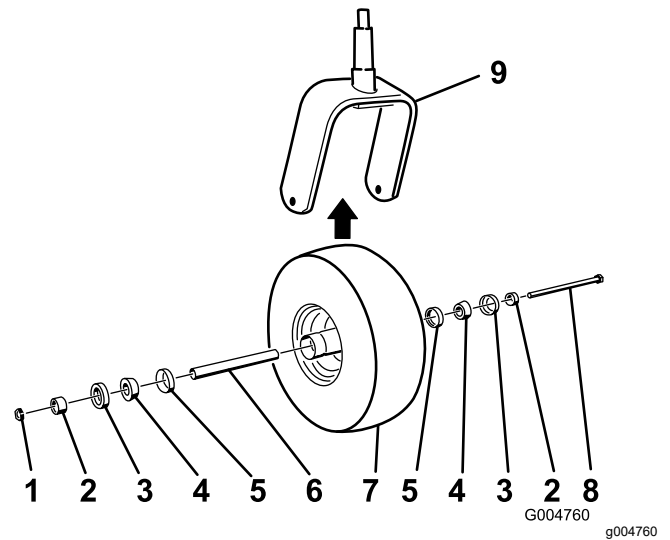

Figura 80
2. Retire la contratuerca del perno (Figura 80).
5. Ensamble la rueda giratoria presionando los cojinetes cónicos y las juntas, llenos de grasa, sobre el cubo de la rueda, según se muestra en la Figura 80.